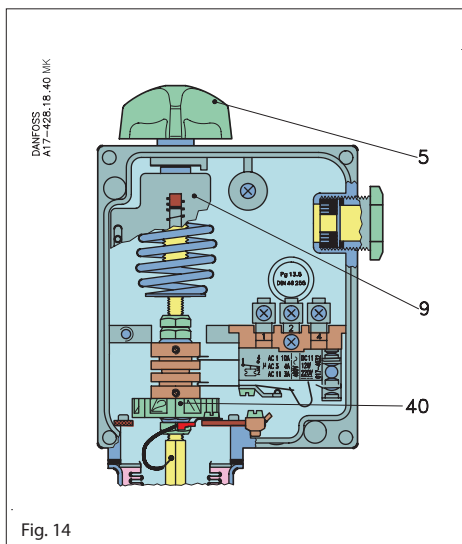
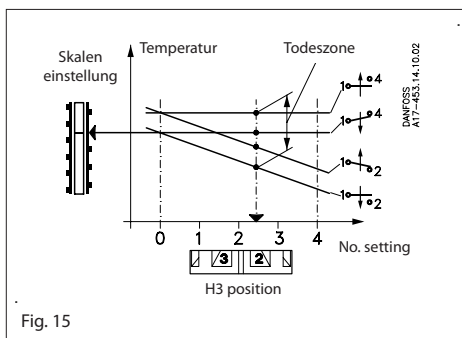
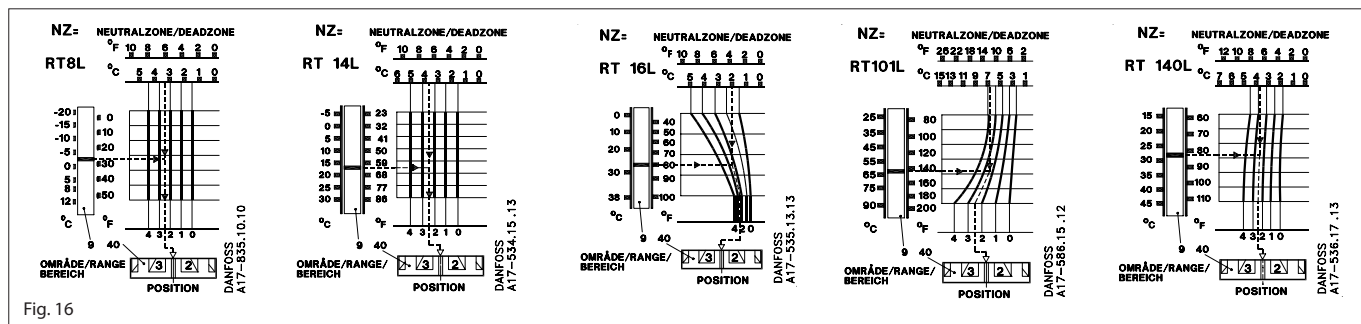

Fig. 14
Fig. 15
Fig. 16
Der gewünschte Bereich wird unter gleichzeitigem Ablesen der Hauptskala (9) mittels des Einstellknopfes (5), Abb. 14 eingestellt. Der eingestellte Wert ist die Ausschalttemperatur für die Kontakte 1-4, Abb. 15. Die gewünschte neutrale Zone wird im Diagramm für das betreffende Gerät aufgesucht, Abb. 16. Auf der unteren Skala des Diagramms kann dann abgelesen werden, auf welche Position die Neutralzonenrolle (40) einzustellen ist.
Die gestrichelten Linien im Diagramm für RT 16L (Abb. 16) schneiden einander auf der Kurve für Position 2.8; daher ist die Neutralzonenrolle (40) auf diese Position einzustellen.